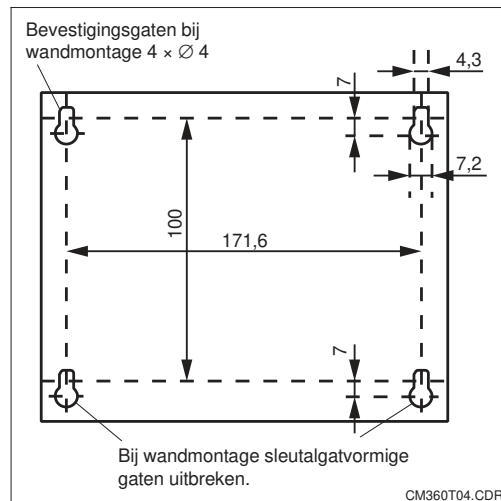

Fig. 3.4 OCM 360, Schroefposities voor wandmontage
- Instrument tegen de muur houden en de schroefposities aftekenen of conform fig. 3.4 vastleggen.